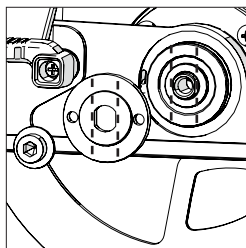

Abb. 7
**Hinweis:** Der äußere Antriebsflansch hat eine speziell bearbeitete Bohrung, die über zwei gegenüberliegende flache Stellen verfügt. (**Abb. 7**) Diese treffen mit zwei komplementären flachen Stellen, die in die Spindel der Maschine eingearbeitet sind, zusammen.